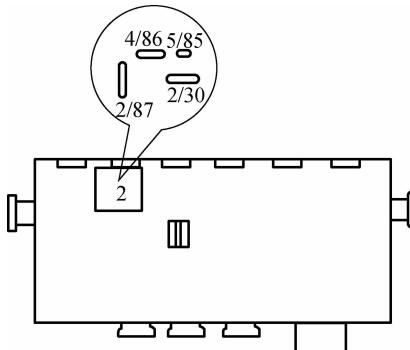
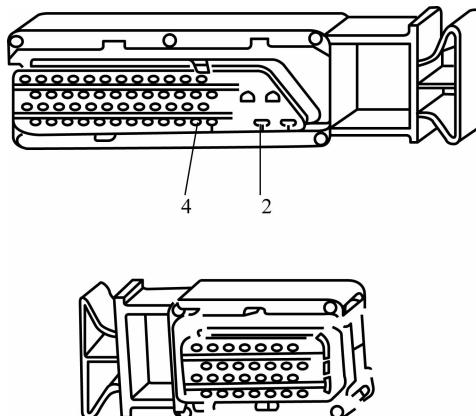

图 2-35 汽油泵继电器位置
图 2-36 测试盒端子图
(3)汽油泵继电器(J17)在中央电器继电器板 2 号位(见图 2-35),汽油泵继电器熔体在熔体盒 5 号位,  $S^5 = 10\text{ A}$ 。汽油泵继电器控制着汽油泵、喷油器、空气质量计、活性炭罐电磁阀和加热氧传感器的电压供应。检查前应确保蓄电池电压正常,汽油泵继电器熔体正常。用测试线短接测试盒上端子 2 和 4(见图 2-36),接通点火开关,汽油泵继电器必须有动作声,否则检查汽油泵继电器线路,如果线路正常,更换汽油泵继电器。